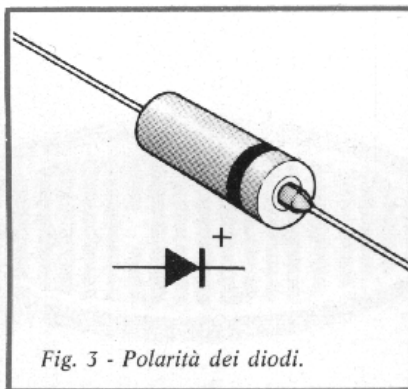

Fig. 3 - Polarità dei diodi.
- Montare i diodi D1 - D2 - D3 e lo zener Z1 secondo la loro giusta polarità che è contraddistinta da una fascetta colorata sul corpo del diodo, oppure dal simbolo elettrico del diodo stesso come è visibile in fig. 3.